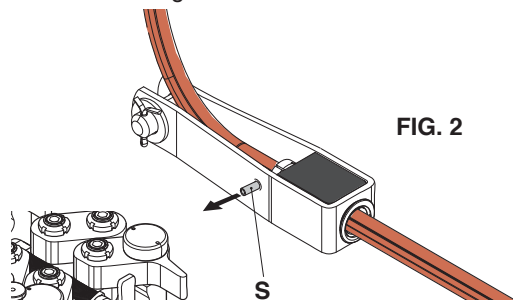

FIG. 2
2. (Rif. a Fig. 2) Spostare la spina elastica (S) di ritenuta cuneo della morsa fino a liberare completamente la fiancata interna della morsa stessa.